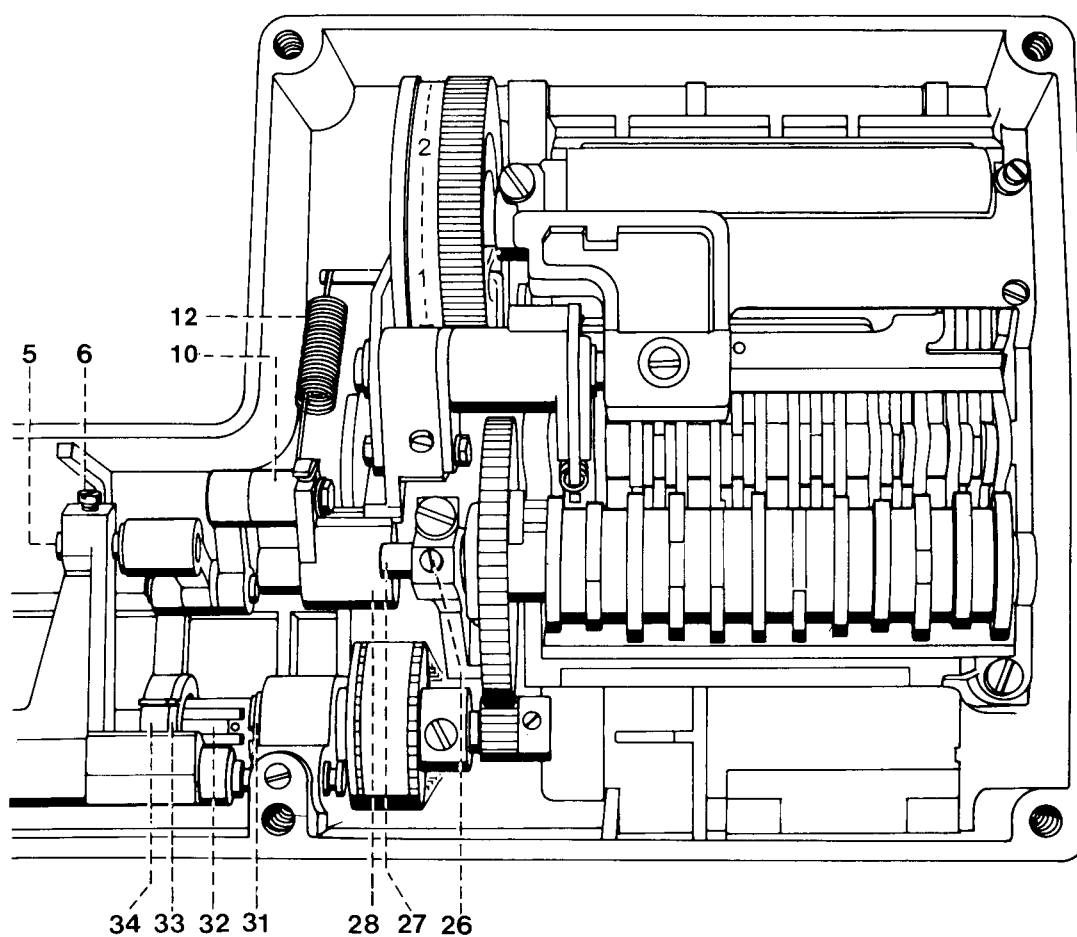

Fig. 5
- Die Gelenke seitlich hin- und herdrücken (siehe Abb. 5).
- Check the amount of play of the feed regulator links (Fig. 5).
- Tenter de faire bouger axialement les articulations (voir fig. 5).